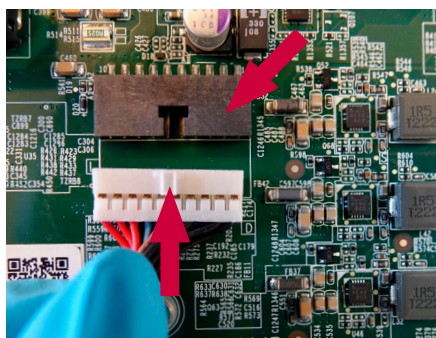

図32 バッテリーコネクタを再接続する
- a) バッテリーをバッテリーコネクタに再接続します(図12および図32を参照)